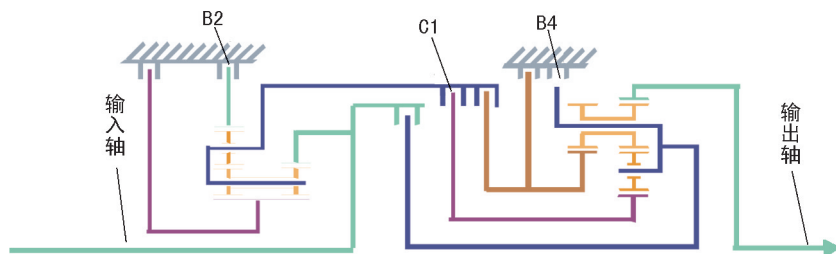

图 2-6-3 D1 档传动原理
2) 后组拉维娜行星排。离合器 C1 接合，后排小太阳轮顺转输入，短行星轮与小太阳轮外啮合反转，公共行星架反向受力有反转的趋势，但由于制动器 B4 制动了行星架，短行星轮自转把动力传给长行星轮，长行星轮与短行星轮外啮合顺转，输出齿圈与长行星轮内啮合再次减速将动力输出实现 1 档动力传递。必须提到的是，后组拉维娜大太阳轮与长行星轮外啮合反空转（后组减速）。D1 档传动原理如图 2-6-3 所示。